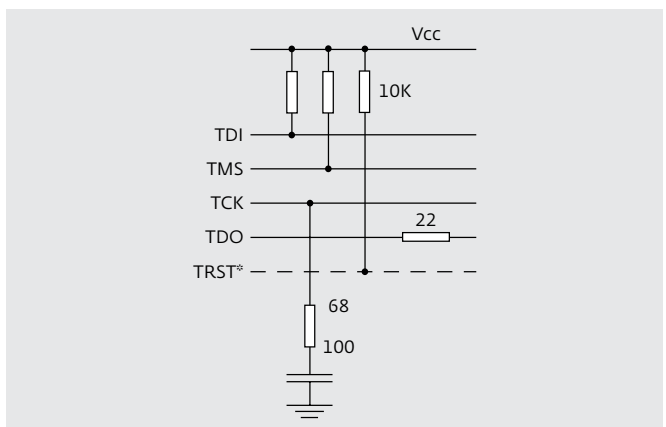

Рис.16. "Подтяжка" сигналов JTAG
- сигналы JTAG должны быть "подтянуты" к шине питания (рис.16);